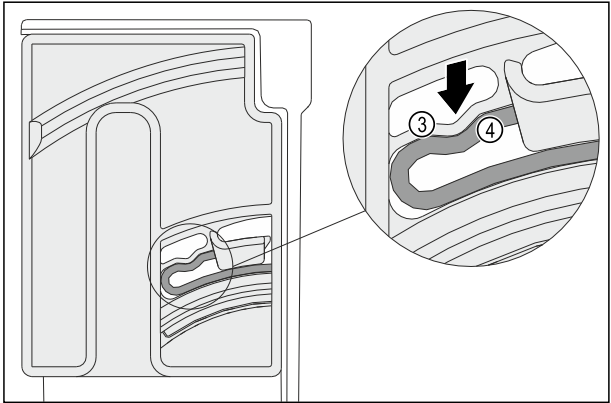

Fig. 128
- ▶ 旋转单元的弹性元件 Fig. 128 (3) 卡入圆弧形滑条 Fig. 128 (4) 中，发出咔哒声。